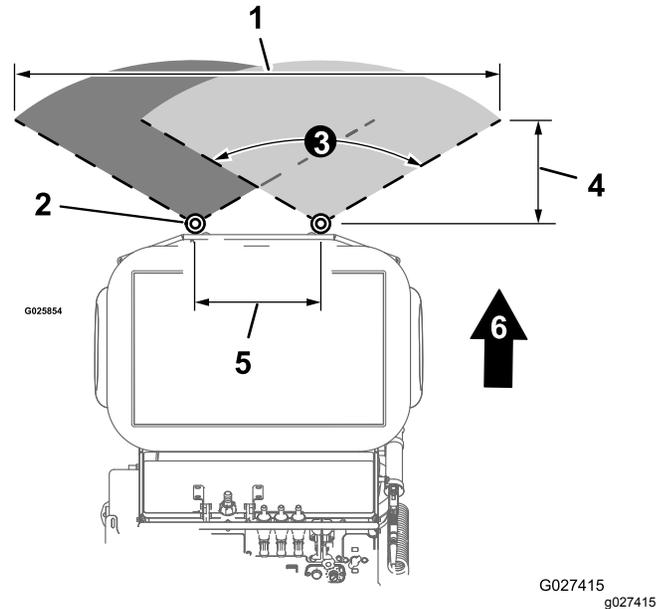

Figure 37
- La pulvérisation large (Figure 37) de la machine a une largeur de **274 cm (108 po)**.